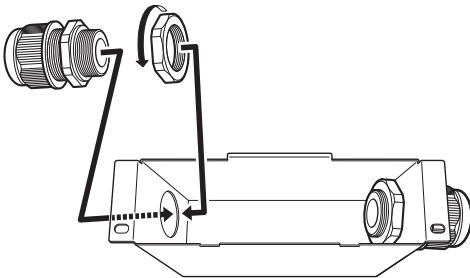

図1
1. 本製品 (BUX1002R) のロックナットを外し、スパナ (サイズ27) で端子台カバー (※1) の左右の穴に取り付けます。(図1参照)